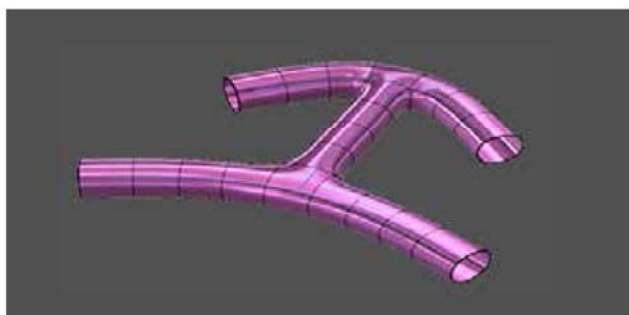

图 2-97
(7) **管道**: 基于选定曲线管理复杂拓扑的创建。路径可以是草图几何图元, 也可以是实体的边。选择输入路径, 指定全局直径, 然后修改截面、路径和面数, 如图 2-97 所示。